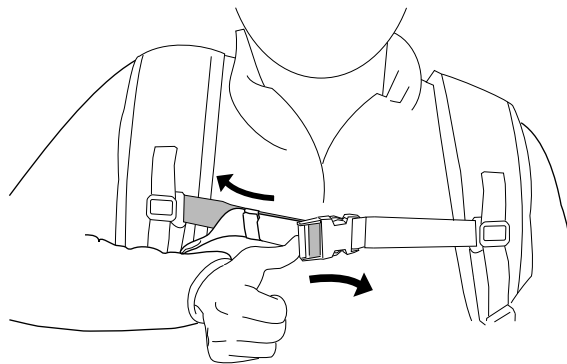

Figura 15
8. Se il cinturino per lo sterno è troppo stretto, spingete lateralmente sullo strumento di regolazione per allungare i cinturini (Figura 15).